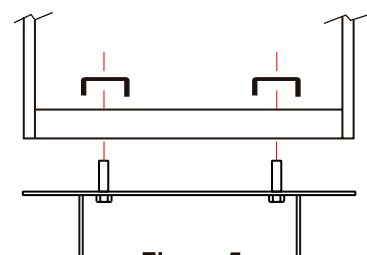

Figura 5
- Colocar los hierros "U" como se muestra en la **figura 5** y ajustar las tuercas.